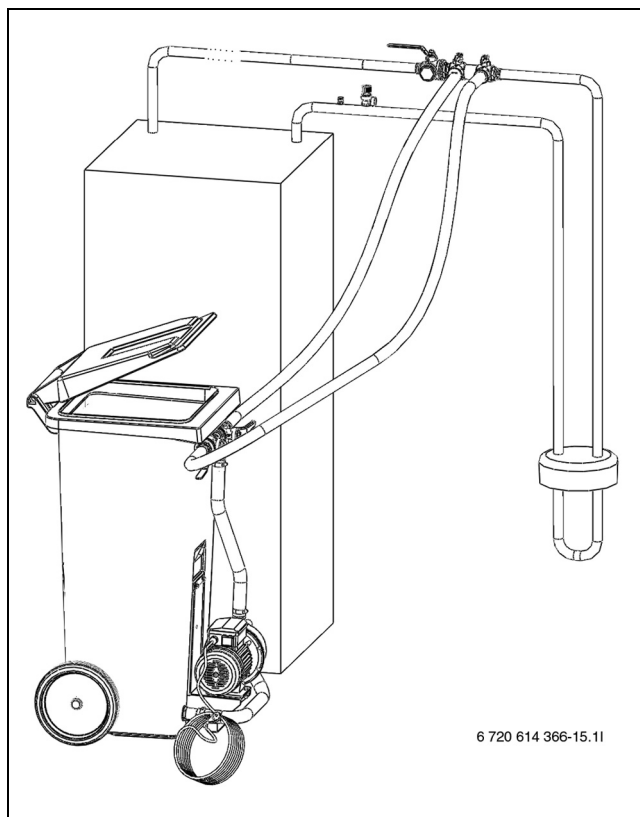

Bild 36 Fyllning med påfyllnadsstation
- Anslut två slangar från påfyllnadsstationen till påfyllnadsatsen (→ Bild 36).